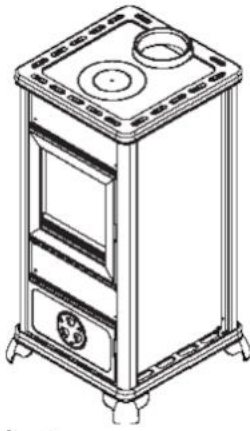

fig. 1
- In Abbildung 1 ist der Ofen im Lieferzustand dargestellt